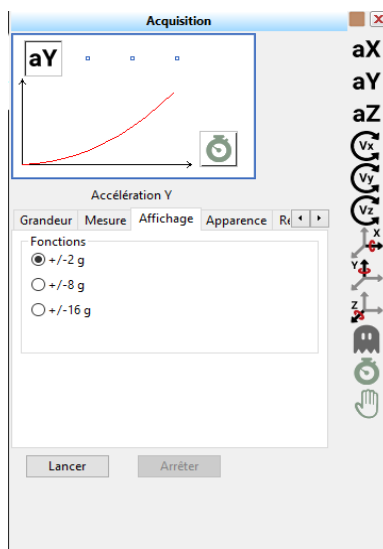

Figure 10 : Calibration d'affichage
- Cliquer sur **aY** puis l'onglet "Affichage", il existe plusieurs calibres : $\pm 2g$, $\pm 8g$, $\pm 16g$, choisir calibre $\pm 2g$ pour adapter l'affichage (figure 10).